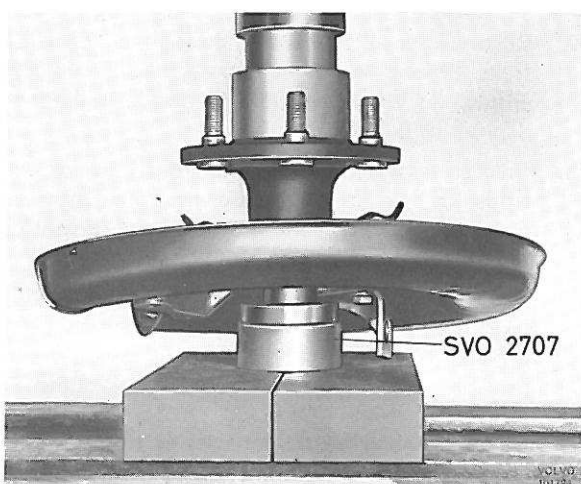

Figure 24. Remontage du roulement d'arbre de roue
11. Reposer le plateau-support de frein et le support de l'étrier sur l'arbre de roue. Poser la bague de retenue et le roulement dans la bague sous-jacente SVO 2707. Faire passer l'arbre de roue à travers le plateau-support et fixer le tout dans une presse. Exerger la pression sur l'arbre de roue jusqu'à ce que le roulement et la bague de retenue viennent occuper leur place respective, figure 24.